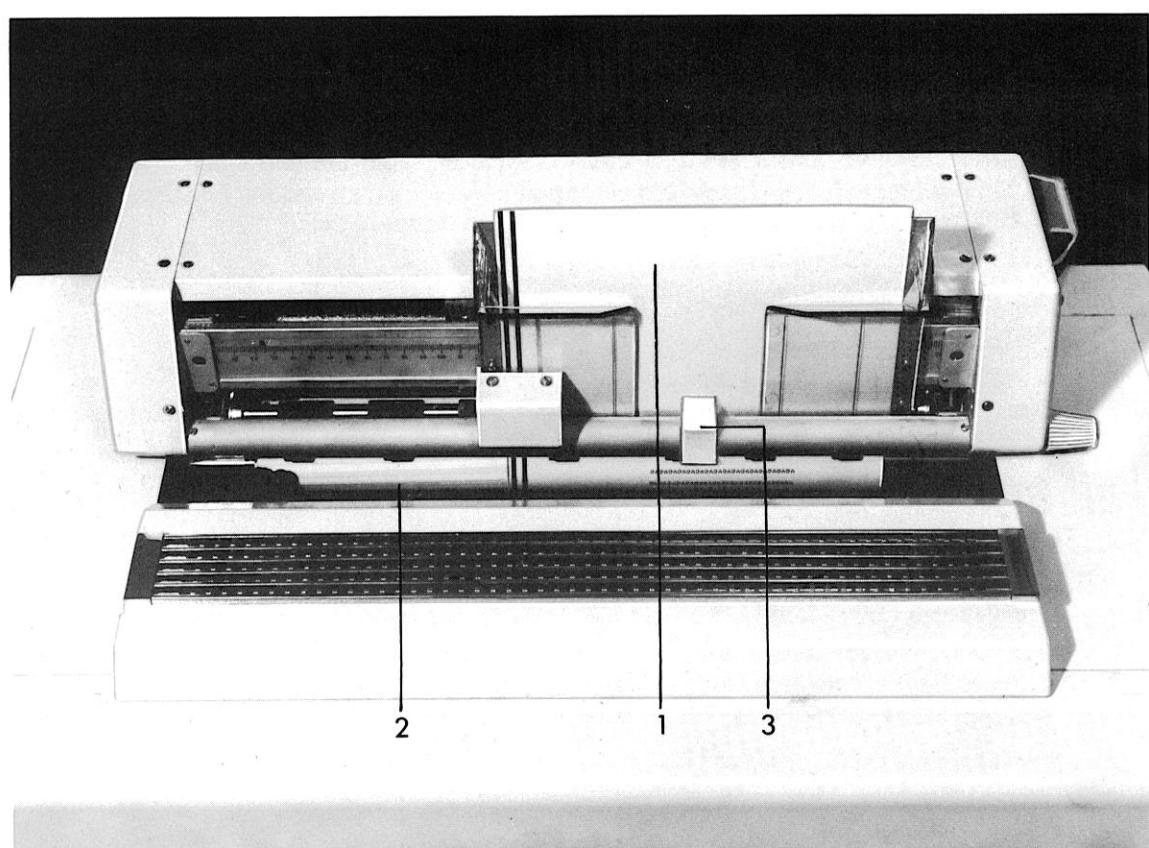
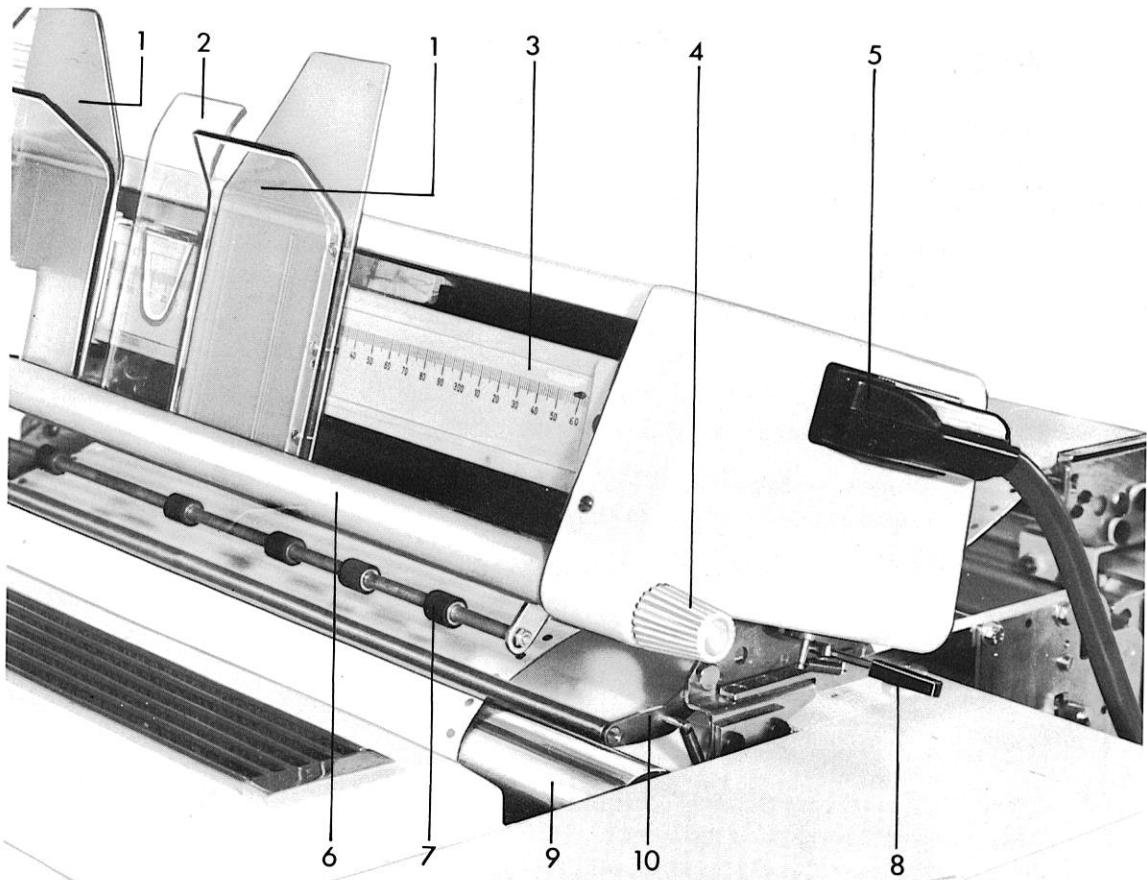

Abb. 16 Magnetkonteneinheit, Vorderansicht
Abb. 17 MKE 2 angehoben, Seitenansicht
in Abb. 17:
Rasthebel (8) Abb. 17 nach hinten drücken und Einrichtung bis zur Auflage nach vorne schwenken.
Stecker mit Gerätekabel (5) Abb. 17 anschließen.
Anhand der mm-Skala (3) Abb. 17 ist die richtige Einstellung der Kartentaschen für die jeweiligen Kontenarten reproduzierbar. Die gefundenen Werte auf der Skala sollten in der Programmbeschreibung festgehalten werden.
Bei Verwendung von Magnetkontokarten (MKK) ist zum störungsfreien Ablauf zu beachten, daß der linke äußere Rand der linken Kartentasche erst ab **Teilung 10** der mm-Skala (3) Abb. 17 eingestellt wird.
- Linke oder rechte Kartentasche (1) Abb. 17 und 18 auf den nach Programmbeschreibung angegebenen Skalenwert auf der Skala einstellen.
- Zur besseren Führung der Kontokarte müssen bei den Formatbreiten ab 297 mm die Kartenführung (2) Abb. 17 und der Kartenabgleiter (3) Abb. 16 verwendet werden.
Die Teile sind nach Möglichkeit im Bereich einer Transportwalze der Antriebsachsen (6) Abb. 17, etwa in der Mitte zwischen den Kartentaschen aufzustecken.
senkrecht, ohne Verkanten einführen, bis sie auf den Transportwalzen (6) Abb. 17 aufliegt.
Die Karte wird dann selbsttätig eingezogen und nach dem Lesen des Magnetstreifens auf die entsprechende programmierte Zeile in Position gebracht. Bei jedem Druckvorgang wird die Kontokarte über das Gestänge mit den Andruckrollen (7) Abb. 17 an die Schreibwalze angedrückt.
Sollte der Fall auftreten, daß eine Kontokarte innerhalb der Rollen stehen bleibt und über das Programm nicht ausgefahren werden kann, ist es möglich, die Kontokarte mit dem Drehknopf (4) Abb. 17 herauszudrehen.
Wird bei aufgesetzter MKE das Einlegen des Endlosformulares vorgenommen, ist es zweckmäßig, die MKE anzuheben, um das Einführen des Endlosformulares zu erleichtern. Durch das Hochschwenken der MKE rastet der Rasthebel (8) Abb. 17 automatisch ein und hält die Vorrichtung in dieser Stellung.